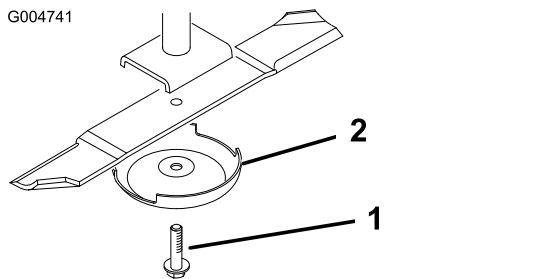

Figura 144
4. Sujete el extremo de la cuchilla con un trapo o un guante con acolchado grueso y retire el perno de la cuchilla, el protector del césped y la cuchilla del eje (Figura 144).